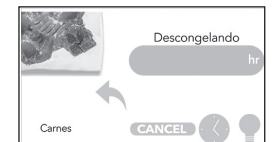

Figura 12
3. Una vez elegida la opción, en la pantalla aparecerá la leyenda "Descongelando" (Figura 12).